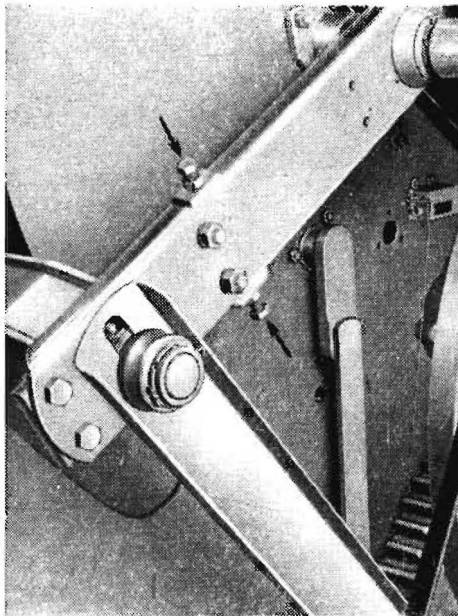
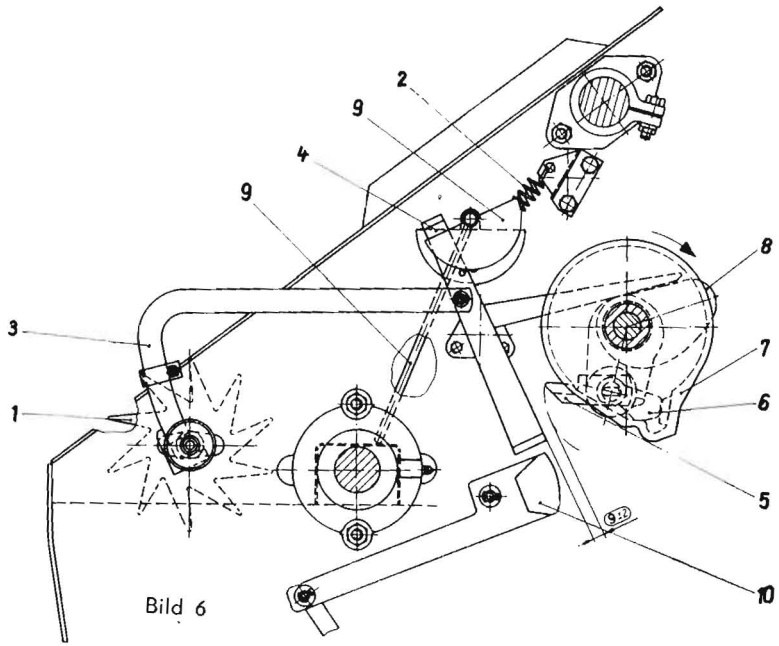

Bild 4
Bild 6
Der Luftspalt zwischen den Messern soll 3 bis 4 mm betragen. Die Einstellung erfolgt durch Lockern der Befestigungsschrauben des Preßkolbens an den Kolbenarmen und entsprechende Nachstellung der Justierschrauben, die auf den Schenkeln der Kolbenarme sitzen (siehe Bild 4).
Der durch eine Zugfeder (2) gegen die Strohradwelle gedrückte Schaltbügel (3) wird dadurch proportional zur Preßgutmenge nach oben geführt, bis er in die an seinem Ende befindliche Aussparung springt, wodurch gleichzeitig die Schaltangel (4), die in Bild 6 dargestellte Schaltstellung einnimmt. Zwischen Schaltangelfuß und Fallklinke (5) muß ein freier Durchgang gemäß Bild 6 vorhanden sein. Dies gilt unter der Bedingung, daß die auf der gegenüberliegenden Seite angeordnete Knüpfwellenkurbel mit der gelenkig angeschlossenen Nadelzugstange gestreckt stehen, das heißt, eine gemeinsame Linie bilden (Bild 4).
Bei eingeleitetem Schaltvorgang ist das Aufklappen des Knüpferschutzes (9) oder das Öffnen des Nadelschutzes (10) nicht mehr möglich (Bild 6). Bei aufgeklapptem Knüpferschutz oder geöffnetem Nadelschutz wird dagegen die Schaltung gesperrt.